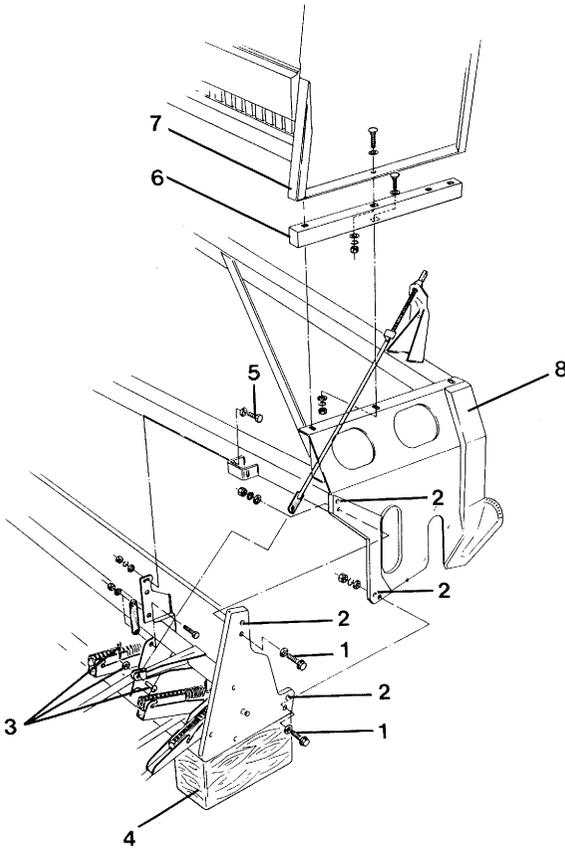
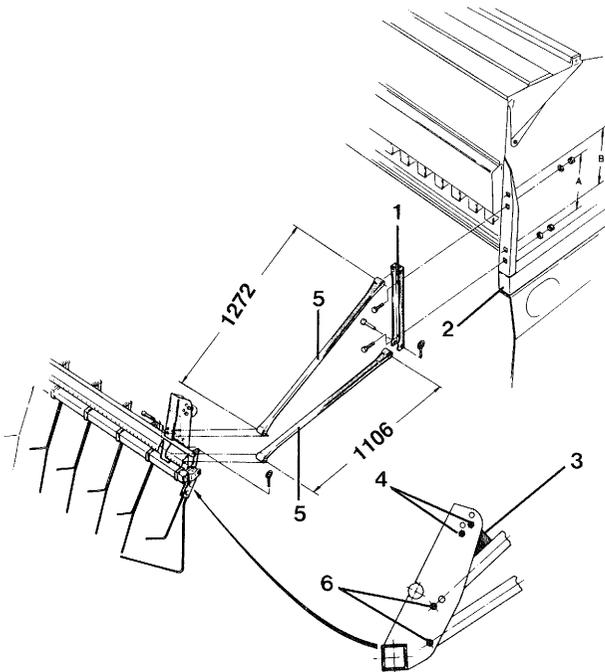

Fig. 84
Fig. 89
En terrain extrêmement humide et collant, la terre peut s'agglutiner en terrain défavorable entre le rouleau-pneumatiques et la tôle protectrice du cadre porte-socs. Pour y remédier, il est possible de reculer le cadre porte-socs et d'agrandir le débattement entre le rouleau et la tôle protectrice. Pour cette opération, desserrer le cadre comme décrit ci-après, et le revisser dans les perçages (fig. 84/2) avec les vis (fig. 84/1).
Pour changer de module semeur, il faut atteler au tracteur la combinaison semoir porté sur rouleau-pneumatiques + l'outil de préparation de sol. Enlever les quatre goupilles agricoles et retirer de leur glissière de fixation (fig. 89/1) les tirants de maintien du recouvreur FlexiDoigts. Réduire la tension des ressorts de compression des socs à l'aide de la manivelle ou de la commande hydraulique du terrage des socs. Desserrer la liaison (fig. 84/3) entre le terrage des socs et la manivelle ou le vérin hydraulique. Poser le semoir porté sur deux cales en bois (fig. 84/4) qui doivent être glissées sous les parois latérales de cadre de module semeur. Dévisser chaque fois sur le cadre du module semeur deux vis (fig. 84/1) ainsi que les vis de fixation (fig. 84/5) au niveau des socs. Déverrouiller la barre porte-entonnoirs avec les tubes télescopiques et la dégager de ses supports.
Pour cette opération, il est obligatoire de relever le fond de caisse de la trémie du semoir. Pour ce faire, desserrer d'abord la protection de la chaîne pour détendre la chaîne d'entraînement et rallonger la chaîne en incorporant des maillons supplémentaires. Ce n'est qu'alors qu'il est possible d'intercaler les rehausses (fig. 84/6) en les vissant entre le fond de la caisse (fig. 84/7) et le châssis (fig. 84/8). Le recouvreur FlexiDoigts est fixé comme indiqué au point 19.1.
- Fixer les cornières de fixation (fig. 89/1) respectivement à droite et à gauche de la trémie en procédant selon les modèles comme suit :
- a) dans le groupe de perçages inférieur (fig. 89/A) pour les semoirs portés types EN, ER et SR avec réhausse de fond de trémie (fig. 89/2),
- b) dans le groupe de perçages supérieur (fig. 89/B) pour les semoirs types SN sans réhausse de fond de trémie (fig. 89/2).
- Visser la patte métallique de l’amortisseur (fig. 89/3) comme indiqué à la fig. 89/4.
- Fixer les supports tubulaires (fig. 89/5) au recouvreur FlexiDoigts selon fig. 89/6 au moyen des axes et aux deux cornières de fixation à l’aide des axes et verrouiller avec des goupilles agricoles.
La terre foisonnante, située entre les pneus du rouleau, destinée à refermer le lit de semis, n'est pas toujours suffisante en terrains lourds et humides. Des FlexiDoigts additionnels (fig. 89 a/1) qui peuvent être montés sur le recouvreur FlexiDoigts ameublissent le sol dans les interlignes, fournissant une masse de terre qui sera ensuite utilisée par les doigts du recouvreur FlexiDoigts (fig. 89 a/2) en apport supplémentaire pour refermer le lit de semis.